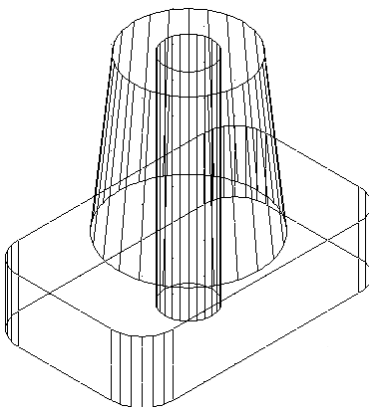

Рис. 11.25
14. Віднімаємо з отриманого тіла внутрішній циліндр за допомогою команди SUBTRACT, що викликається з падаючого меню MODIFY ► SOLID EDITING ► SUBTRACT (Редактировать ► Редактирование твердых тел ► Вычитание) або клацанням по піктограмі Subtract на панелі інструментів Solid Editing. Отриманий після виконання команд Cylinder і Subtract результат наведений на рис. 11.25.